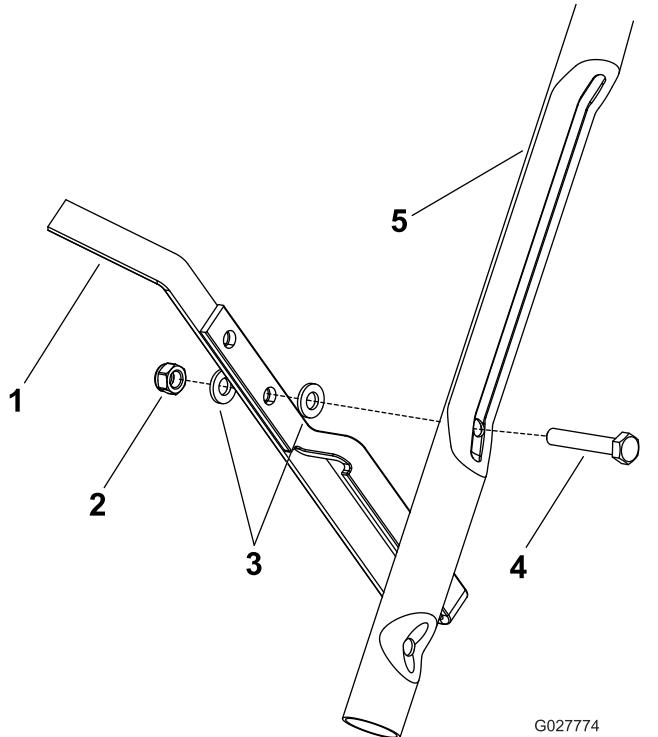

图6
用 1 个螺母和 2 个垫圈将脚刹固定到下手柄右侧的螺栓 (图6)。
**注意** 使用脚刹内的下孔安装脚刹如 图6 所示。